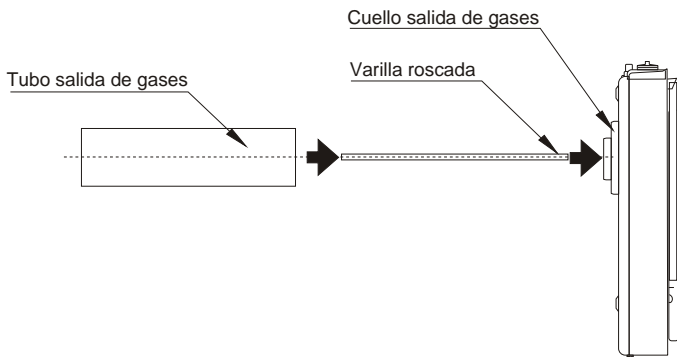

Fig.12
- Enrosque algunas vueltas la **varilla roscada** en el **soporte con tuerca** ubicado dentro del **cuello de salida de gases** del calefactor (Fig. 12) e inserte el **Tubo de Salida de Gases** en el cuello (unos 2 ó 3 cm).